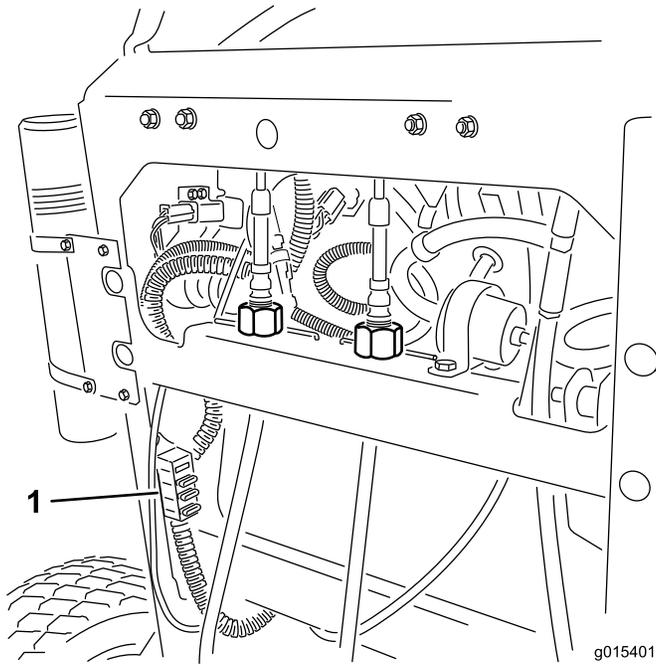

図 54
2. ヒューズを引き出して外し、あるいは交換する（図 54）。
**注** 図 54に示すような、正しいサイズのヒューズが正しいラインに取り付けられていることを確認してください。